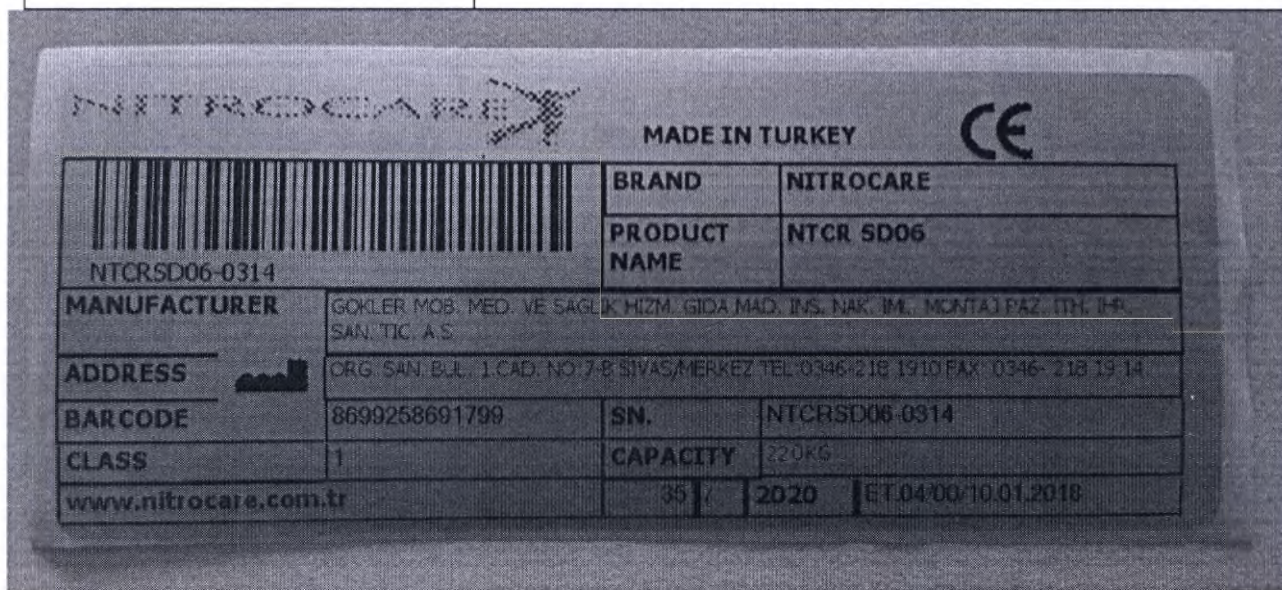

Рисунок 1. Этикетка для изделия
1. Этикетка от производителя(рисунок 1):